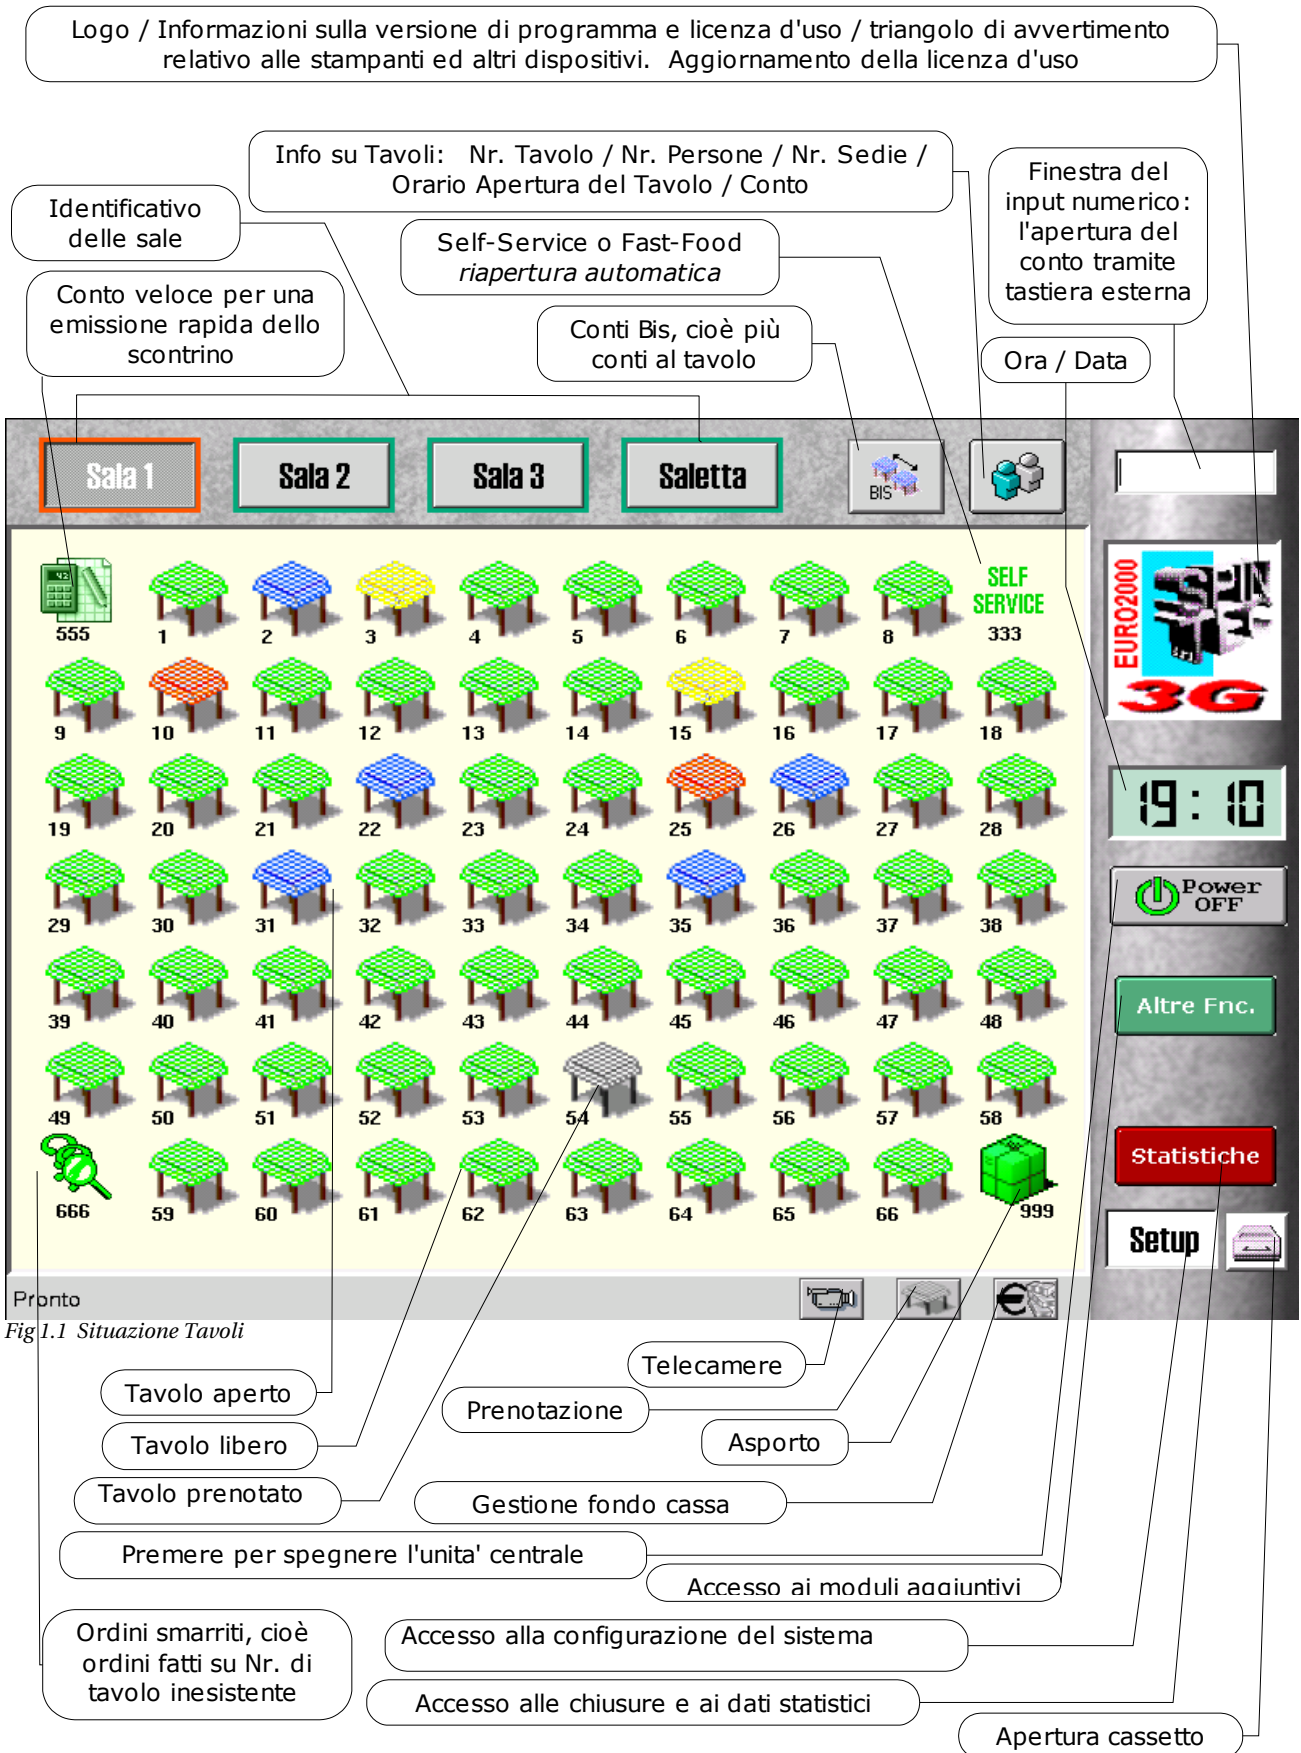
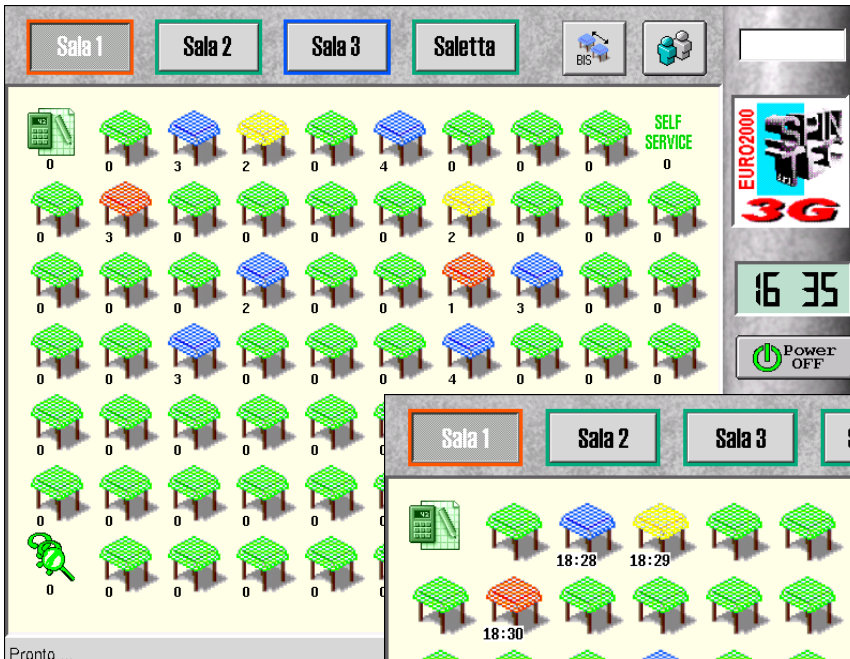

Fig.1.1 Situazione Tavoli
Fig. 1.1.2 Situazione dei tavoli con le indicazioni del Nr. delle persone al tavolo occupato nella Sala 1
- ◆ identificativo delle sale (Sala 1, Sala 2, Sala 3, Saletta): lo stato viene indicato dal colore del bordo luminoso, puntandola si apre la videata della relativa sala, vedi Fig. 1.1
- ◆ l'icona del conto veloce (555) utile per emissione rapida dello scontrino al bar
- ◆ l'icona Self-service (333) utile per attività tipo Self-service o Fast-food che richiedono riapertura automatica del conto (configurabile insieme con altre opzioni nella configurazione sistema)
- ◆ l'icona degli ordini smarriti (666): utile nel caso che venga effettuata un'ordinazione su un Nr. di tavolo inesistente tramite la tastiera esterna o Taccuino elettronico
- ◆ l'icona di asporto (999): serve per effettuare la vendita tipo ASPORTO o DOMICILIO (configurabile nella configurazione sistema)
- ◆ persone, viene indicate nr. di persone sedute al tavolo, vedi Fig. 1.1.2